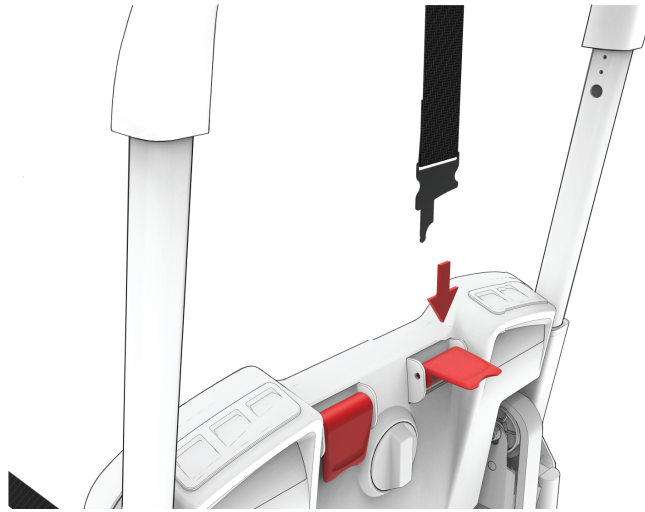

**Figur 22 – Ryglænsklemmens placering på stang**
4. Fastgør patientens højre ryglænsklemme til patientens højre ryglænsstang (Figur 22). Skub ryglænsklemmen op, indtil det mindre hul låser på plads.